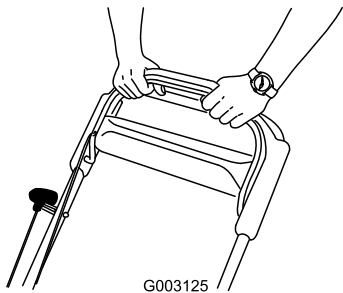

Figura 25
3. Tenete la barra di comando della lama contro la stegola (Figura 25).